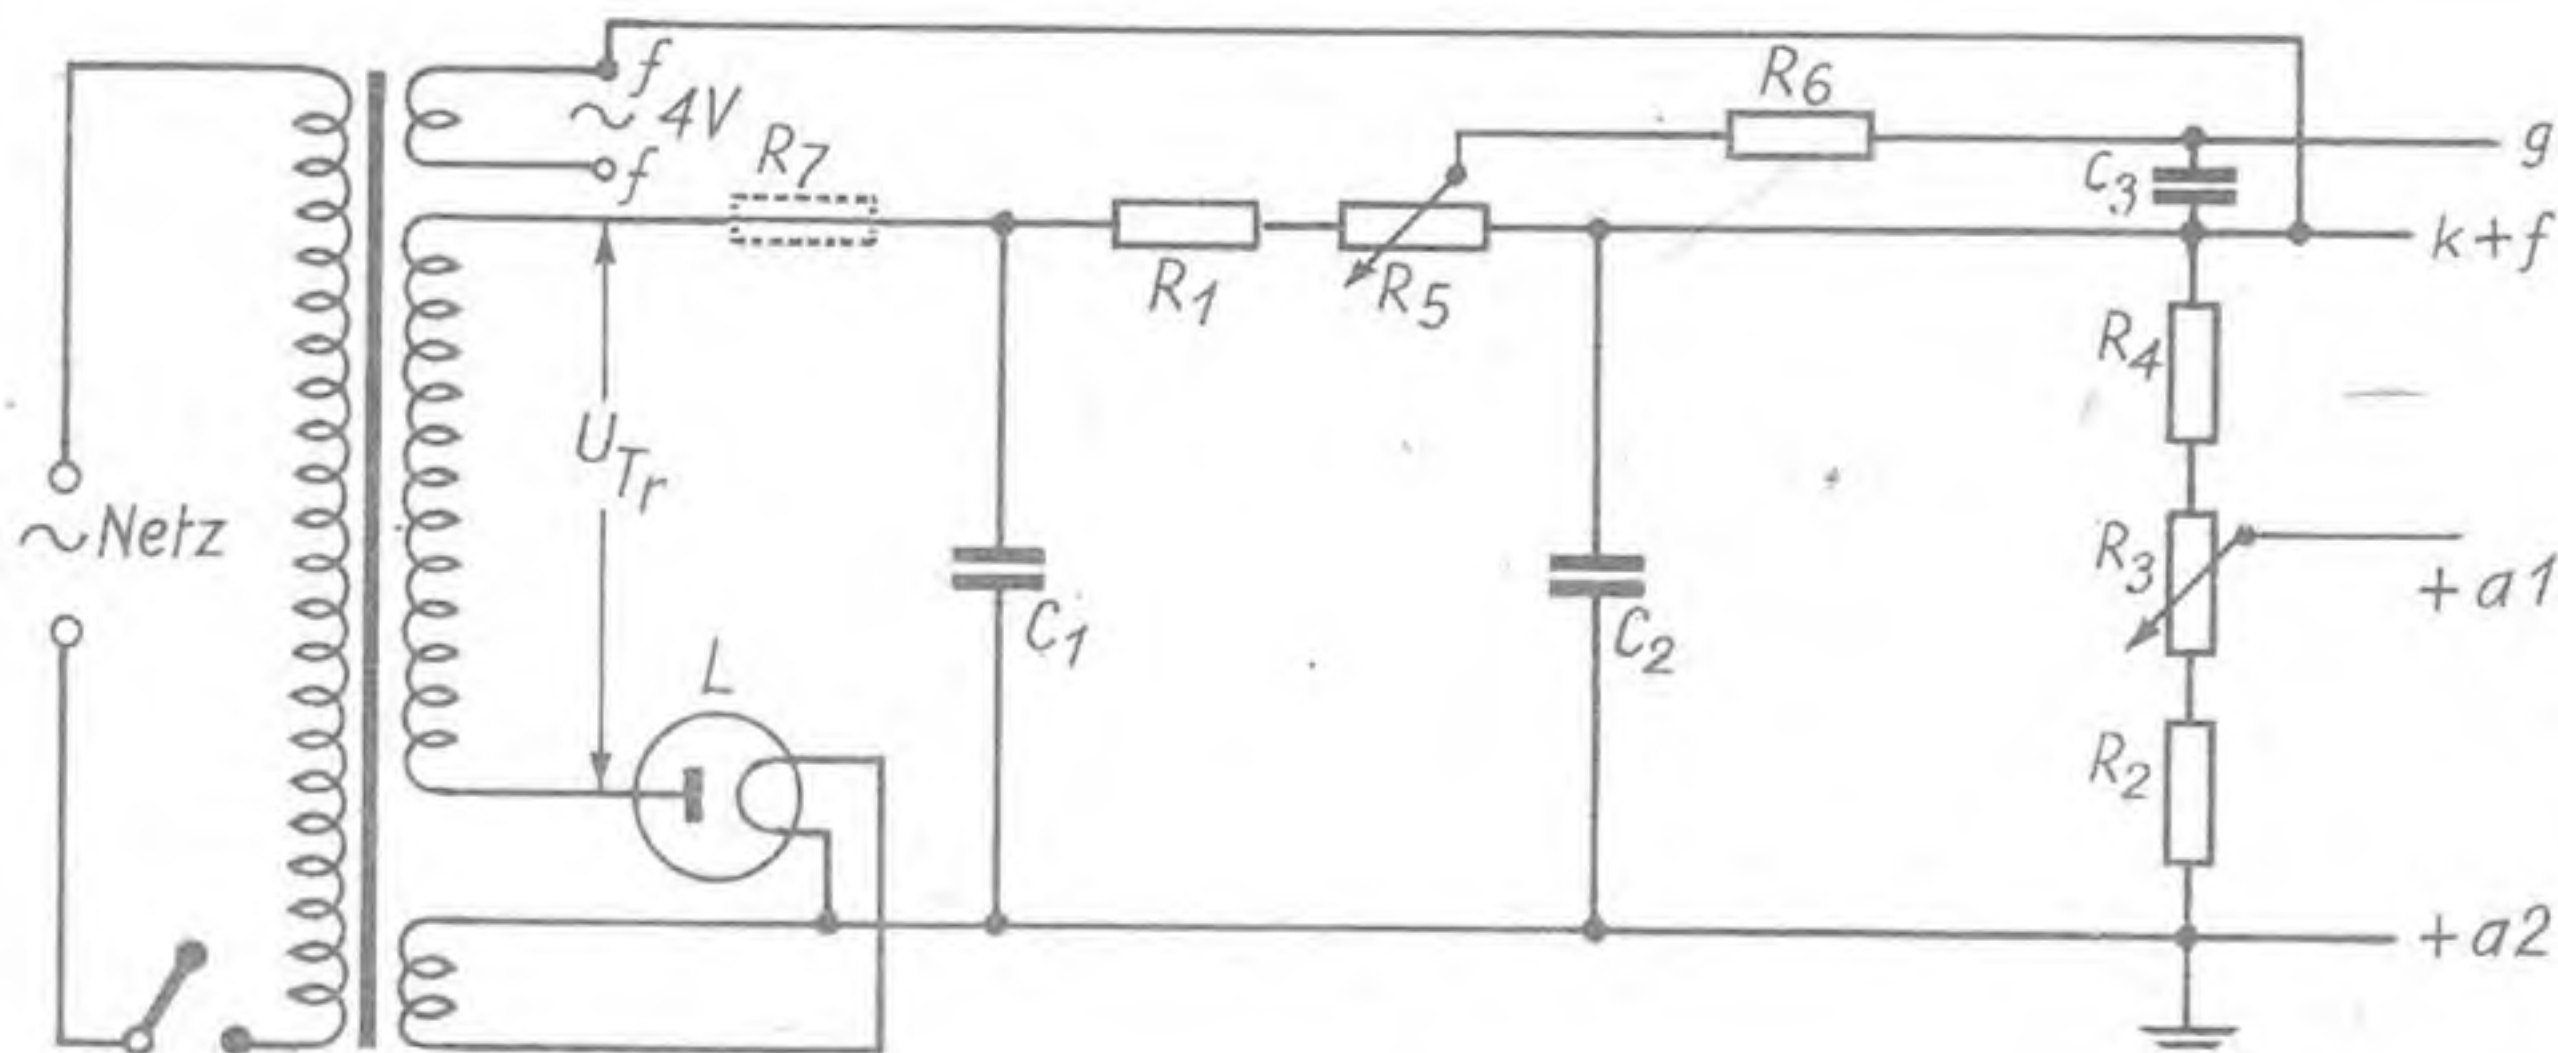

Abb. 6. Komplettes Netzanschlußgerät für Elektronenstrahlröhren
Der Spannungsabfall am Widerstand R kann noch als Gittervorspannung verwendet werden, wie dies im Schaltbild, Abb. 6, durchgeführt wurde. Wie aus den vorangegangenen Erklärungen hervorgeht, verbleibt aber der größte Teil der Welligkeit des Kondensators C₁ an den Widerständen R₁ und R₅ (siehe Abb. 6). Die Spannung für das Gitter muß deshalb noch durch den Widerstand R₆ und den Kondensator C₃ besonders geglättet werden. Da jedoch zum Gitter kein Strom fließt, tritt dabei kein Gleichspannungsabfall ein.
Zu dem Schaltbild in Abb. 6 gibt Tabelle I die günstigsten Werte der Schaltelemente, der Transformatorwechselspannung U_{Tr} sowie eine Valvo-Gleichrichterröhre (L) an. Die Anodenspannung für a₂ kann je nach Ausführung zu 800, 1000 und 2000 V bemessen werden. Darüber hinaus dürfte es nicht schwer fallen, an Hand dieser Angaben das Netzgerät auch für andere Röhren anzupassen.
Kapazität zur Glättung verwenden, wird oft zwischen Anodenwicklung des Transformators und Filterkondensator ein Widerstand von etwa 20 kΩ eingefügt. (R_s in Abb. 6). Dieser Widerstand soll verhindern, daß bei einem etwaigen kurzzeitigen Schluß in dem Kondensator der Strom durch die Gleichrichterröhre so hohe Werte annimmt, daß der Faden durchbrennt. Auch dämpft er den Einschalt-Spannungsstoß. Der durch den Anodengleichstrom an diesem Widerstand entstehende Spannungsabfall muß natürlich bei dem Entwurf des Gerätes
Tabelle I (Zu Abb. 6. Die Filterteile sind sehr reichlich bemessen.)
berücksichtigt werden. Bei Netzgeräten nach Schaltbild Abb. 6 kann man den Widerstand R₁ zweckmäßig um den Wert von R_s entsprechend verkleinern. Man erhält so für diese Verhältnisse ein Ersatzschaltbild, wie Abb. 7 zeigt. Ohne Belastung würde die Spannung am ersten Ladekondensator auf den Scheitelwert der Transformatorwechselspannung ansteigen. Den Scheitelwert (auch Maximalwert oder Amplitude genannt) einer Wechselspannung erhält man durch Multiplikation des Effektivwertes (der mit einem der üblichen Wechselspannungs-Voltmeter gemessen wird) mit dem Faktor $\sqrt{2} = 1,414$. Es gilt also: